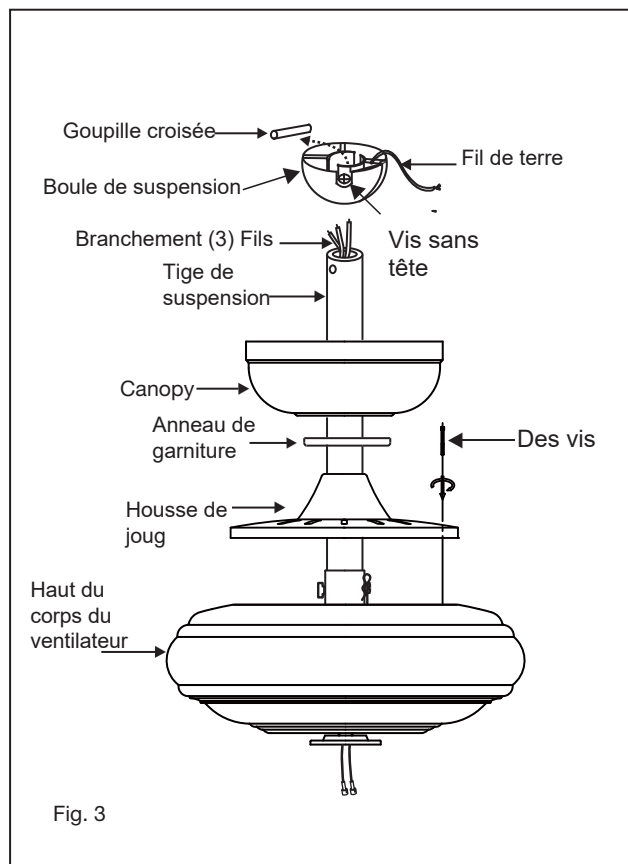

Fig. 3
- 4 Desserrez les deux vis de sécurité et retirez la goupille de la tige de suspension et le clip de retenue de l'accouplement sur le dessus de l'ensemble moteur. (Fig.3)
- 6 Glissez le couvercle de l'étrier, l'anneau de garniture et la verrière sur la tige de suspension. (Fig.3)
- 8 Serrage du couvercle de l'étrier avec deux vis de montage de collier retirées précédemment. (Fig.3)
Un flux d'air VERS LE BAS crée un effet de refroidissement comme le montre la figure 3. Cela vous permet de régler votre climatiseur sur un réglage plus chaud sans affecter votre confort.